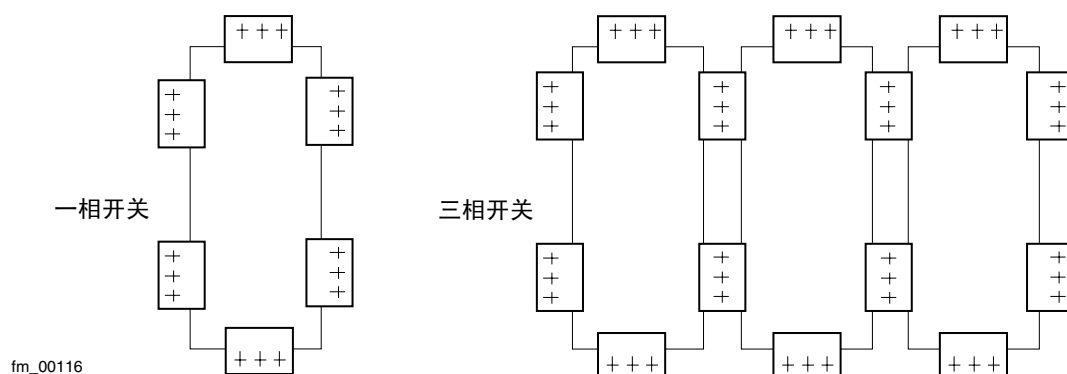

图6：密封垫的安装
5. 在双头螺栓上安装螺母，然后按图 6 的顺序拧紧螺母，始终先拧每一夹持件上三个螺母中间的那一个。先用 5-15 Nm 的力矩紧固，然后再用 22 Nm 的力矩紧固。
双头螺柱的外螺纹用滚珠轴承用的润滑油脂润滑。使用力矩扳手用约 13 Nm 的力矩收紧 M8 的螺母。紧固过程第一次按图 6 的要求作，第二次没有特殊要求。在上述工作完成之后至少 5 小时，再次用 13 Nm 的力矩紧固螺母。没有其它特殊要求。